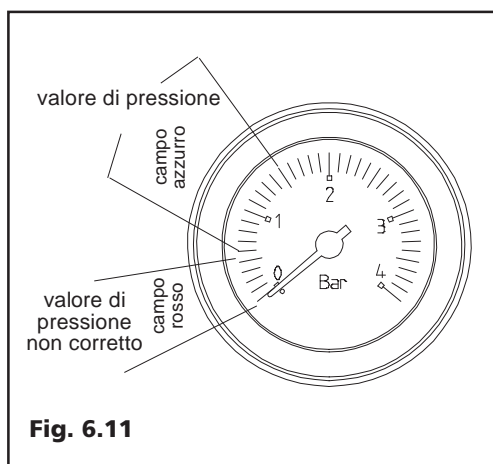

Fig. 6.11
6.4 Controllo (Fig. 6.11 - 6.12)